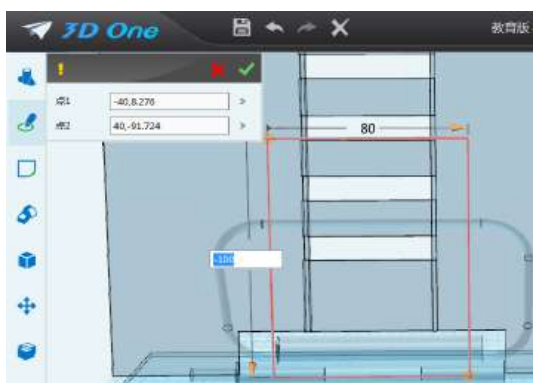
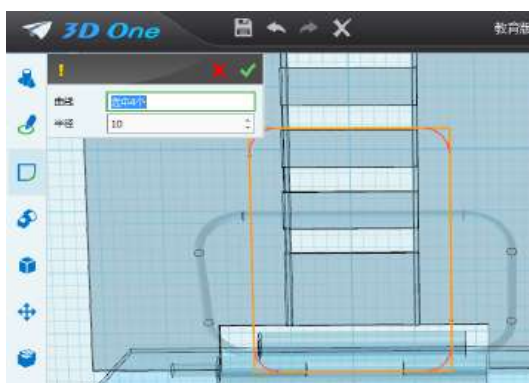

图 14-29
图 14-30
8.制作支架杆：调整视图角度为“后”，鼠标选取“矩形”命令，在立板上单击，出现参考网格，在立板的中下部绘制高：100；宽 80 的矩形，如图 14-29。鼠标选取“圆角”命令，鼠标选中刚绘制的矩形的四条边进行圆角，圆角半径为 10，如图 14-30，确定完成。